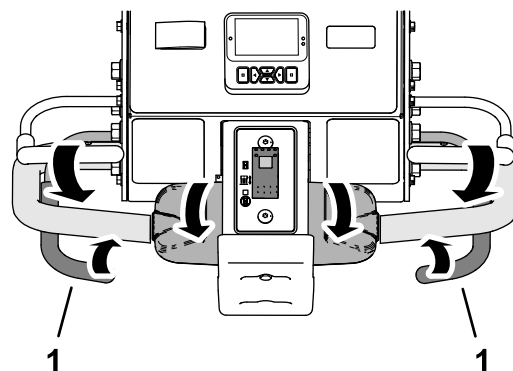

図 83
3. 前タイヤが作業場所に入るタイミングで、左または右のエアレーションペイルを握り込む図 83。